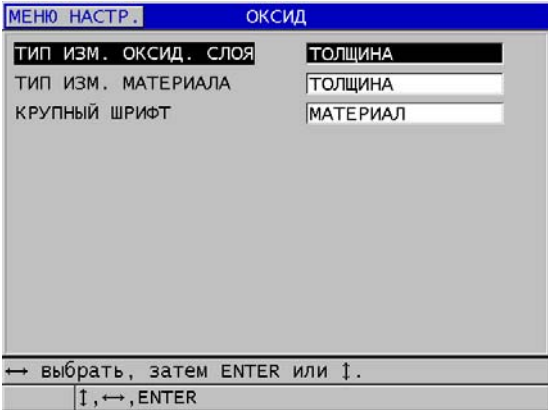

Рис. 7-2 Окно ОКСИД
9. В окне **ОКСИД** (см. Рис. 7-2 на стр. 96):